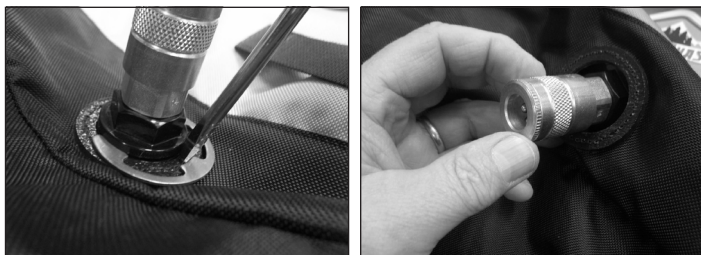

Figura 3.
3. Con un destornillador plano, quite el anillo de retención fuera de la ranura en el acople exterior del forro y empuje el conector rápido/forro al interior de la mochila. **(Vea la Figura 3).**